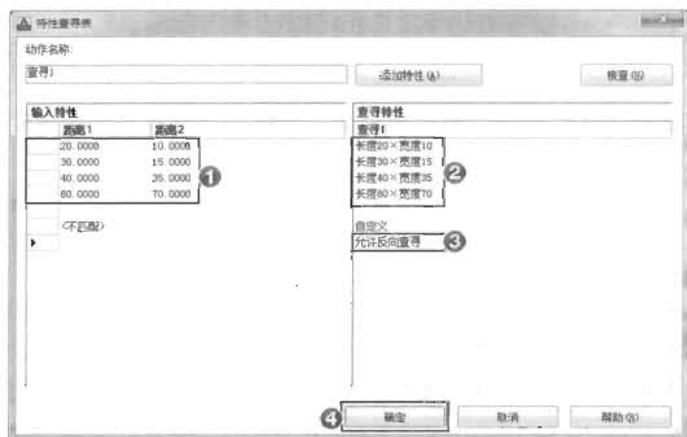
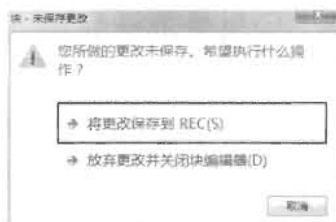

图 8-63
图 8-64
(11) 在步骤6和步骤7为“线性拉伸”添加的参数这里就要用到了。单击对话框“输入特性”一侧的第一行就可以看到它们，这时会显示一个下箭头，选择第一个值。如果没有设置数值集，则可以在每一行上输入一个数值，单击该对话框“查询特性”一侧的同一行并输入对应该数值的标签，如图8-63所示。单击“下一行”，输入下一个数值，并输入下一个标签，以此类推。
(12) 在“查询特性”下方对应地输入特性的提示文字标签。再单击此对话框右下角默认为写着“只读”的单元格，它将变为“允许反向查询”，为此，表格中的所有行都必须唯一的，插入块时，为了从标签的下拉列表选择一个值，需要使用这个选项。
(13) 单击“确定”按钮返回“块编辑器”，现在查询表中的每个值都与输入的标签关联起来了。单击 **关闭块编辑器(C)** 按钮，在填出的对话框中保存更改，如图8-64所示。